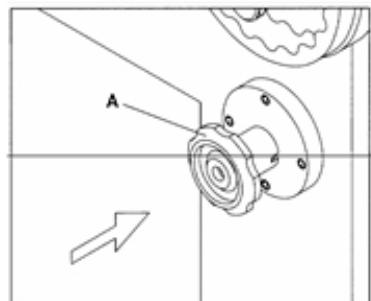

Рис. 3.10
1. Для установки шпинделья в положение "свободный шпиндель" (когда шпиндель будет свободно вращаться), вытащите ручку (A) Рис. 3.10 и поверните её по часовой стрелке. Так ручка (A) зафиксируется в положении "свободный шпиндель". На Рис. 3.10 показана ручка (A) выведенная в свободное положение шпинделя.